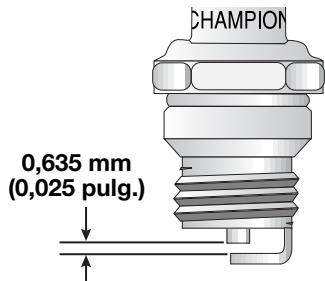

Fig. 23
- Cambie las bujías que estén rajadas, sucias o deterioradas. Fije la separación de aire a 0,635 mm (0,025 pulgadas) utilizando un calibrador (Fig. 23).